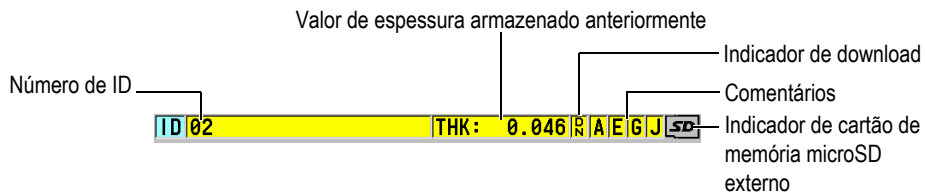

Figura 3-2 Barra ID
A barra de ID, localizada na parte superior da tela de medição, contém o ID do local de medição da espessura real, o valor armazenado anteriormente e indicadores de comentários (consulte Figura 3-2 na página 58). O indicador de download (R) aparece quando a medição de espessura armazenada anteriormente é proveniente de um arquivo e não de um valor recém-adquirido.